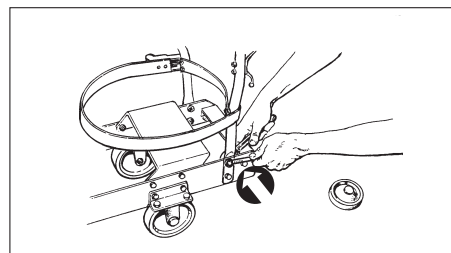

Рисунок 7
5. Прикрепите рукоятку к раме тележки, прикрутив ее четырьмя 5/16-18 болтами и гайками, входящими в комплект поставки, и подключите силовой шнур двигателя. (См. рисунок 7) Затяните гайки, которые держат наклонные колеса, и присоедините поддерживающие ремни вакуумного механизма как показано на рисунке 7.